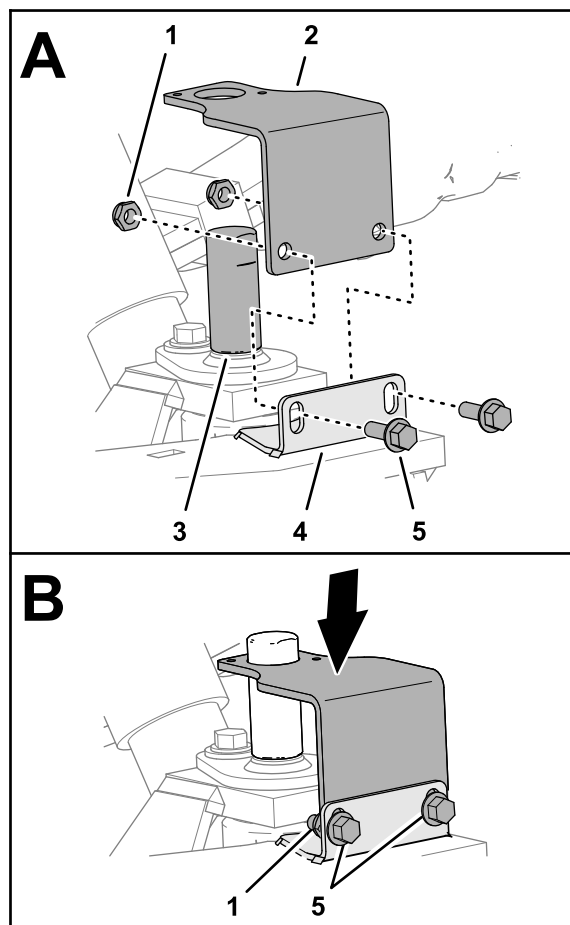

Figura 7
3. Alinhe o suporte do sensor por cima da ferramenta de alinhamento e das ranhuras na flange do fuso (Figura 7).
4. Monte, sem apertar, o suporte na flange (Figura 7) com dois parafusos de cabeça sextavada (1/4 pol. x ¾ pol.) e duas porcas de bloqueio (¼ pol.).
5. Posicione o suporte na parte inferior das ranhuras da flange do fuso, e aperte os parafusos de cabeça flangeada e as porcas de bloqueio (Figura 7).